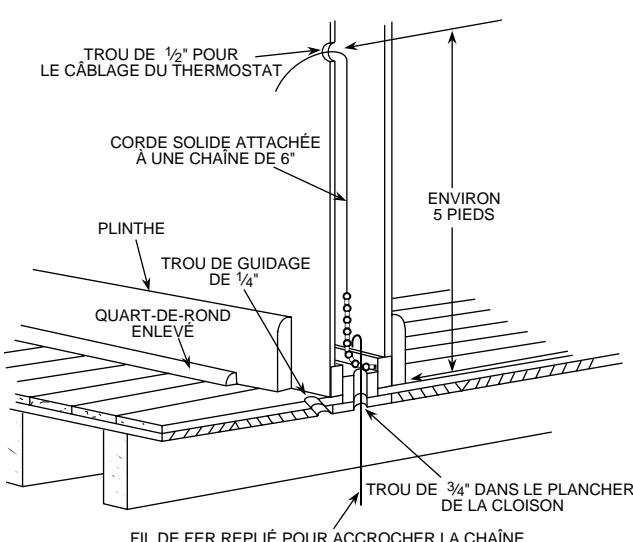

Figure 1. Acheminement du câblage au site
3. Assurez-vous qu'il n'y a pas d'obstacle dans le mur avant d'y percer un trou de $\frac{1}{2}$ " à l'endroit choisi. Enlevez ensuite le quart-de-rond et percez un petit trou de guidage (figure 1). Au sous-sol, percez un trou de $\frac{3}{4}$ " dans le plancher de la cloison, à côté du trou de guidage. Dans les bâtiments sans sous-sol, percez le trou de $\frac{1}{2}$ " dans le plafond, entre les parois de la cloison (figure 1).